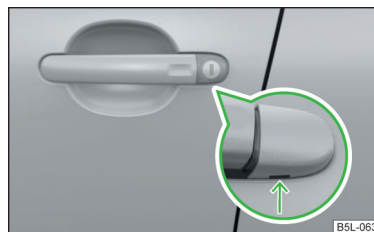

Fig. 186
- Introduzca la llave del vehículo en el rebaje del lado inferior de la cubierta en la zona de la flecha y apaláncala hacia arriba » fig. 186.